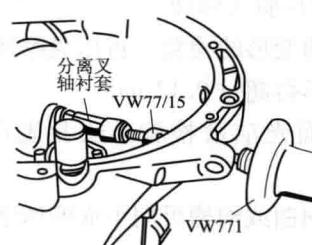

图 1-6 用内拉头拉出分离叉轴衬套(A部件)
③用内拉头拉出分离轴承，如图 1-6 所示。
④拆下分离轴承的分离套筒、橡胶防尘套和回位弹簧，如图 1-6 所示。
⑤用尖嘴钳取出卡簧及衬套座，并取出分离叉轴。